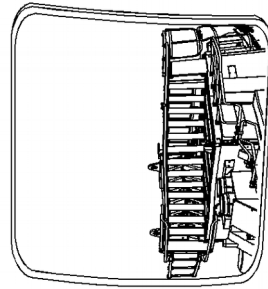

Ilustración 53
Ajuste el espejo frontal (3) de modo que se pueda ver el conjunto de escalera en la parte frontal de la máquina desde el asiento del operador. Vea la ilustración 53.